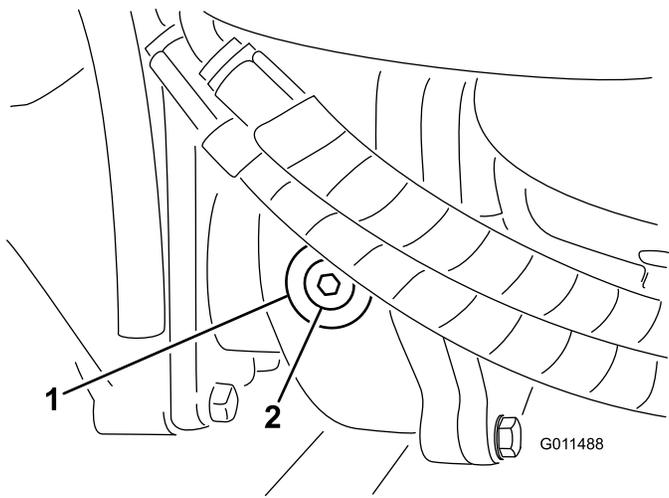

Figura 69
2. Togliete il tappo di controllo/riempimento dal lato sinistro del riduttore e verificate che il lubrificante raggiunga la base del foro (Figura 69).